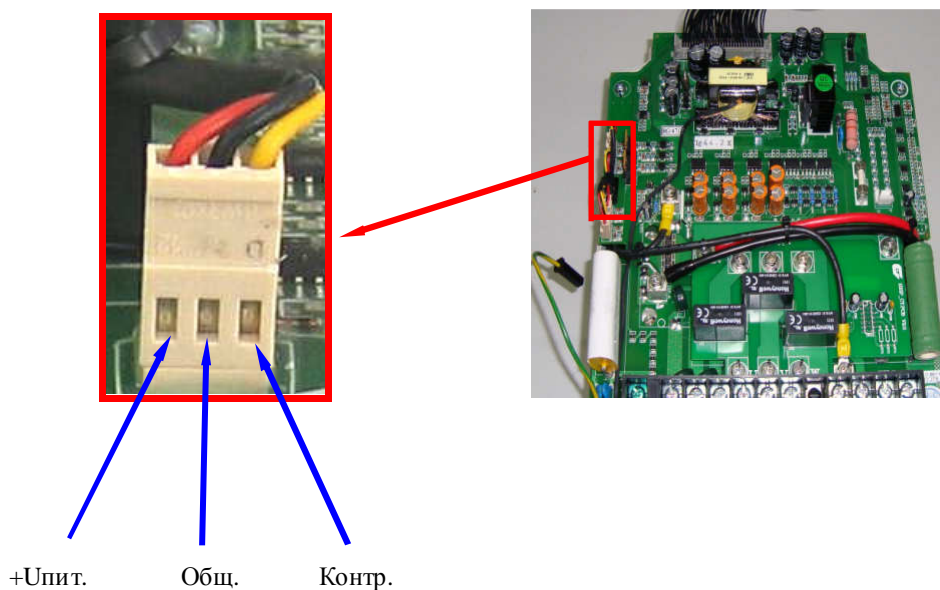

Рис. 4.10. Диагностика вентиляторов.
4.9.5. В случае появления сообщения об ошибке «ОН2» поочередно измерить напряжение на разъемах FAN 1... FAN 4 между выводами Общ. и Контр. (см. рис. 4.10). У исправного вентилятора напряжение при работе должно составлять менее 1 В. Если напряжение составляет 13... 18 В - вентилятор неисправен.